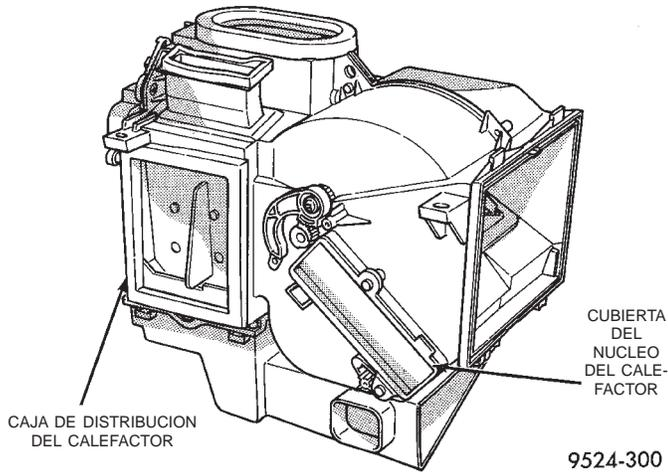
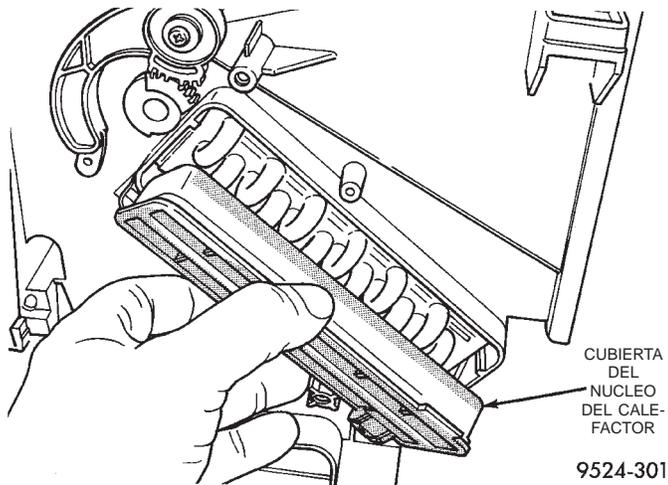

Fig. 93 Cubierta del núcleo del calefactor
Fig. 94 Desmontaje de la cubierta del núcleo del calefactor
(24) Retire la cubierta del núcleo del calefactor (Fig. 93) y (Fig. 94).